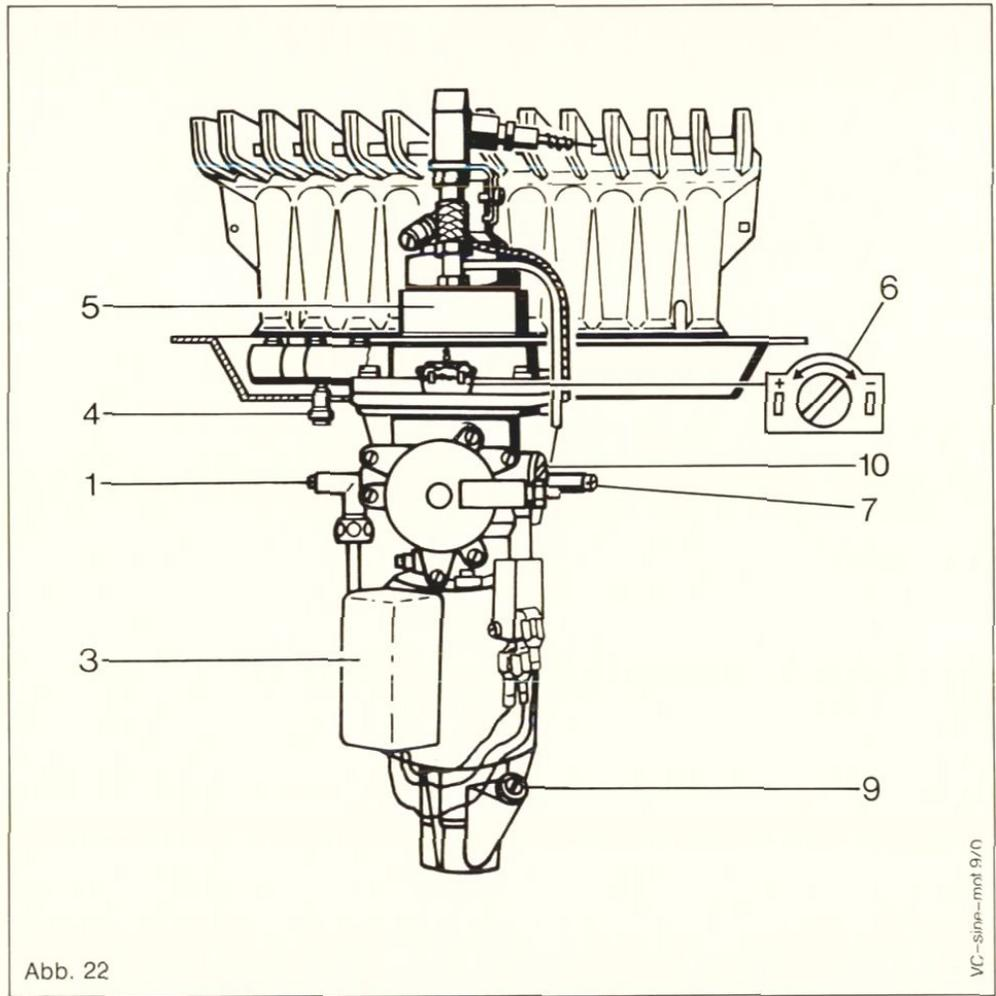

Abb. 22
- b) Zündflamme kontrollieren und ggf. an der Zündgas-Einstellschraube (Abb. 22, Pos. 1) nachstellen.
- b) Nach Abnahme der Verschlusskappe Dichtungsschraube des Düsendruckmeßstutzens (Abb. 22, Pos. 4) lösen, aber nicht ganz herausdrehen.
- d) Plombendraht und Sicherungsblech (Abb. 22, Pos. 6) vom Gasmengenregler entfernen.
- g) Düsendruck an der Einstellschraube (Abb. 22, Pos. 6) des Reglers einstellen.
Die Einstellung der Geräteausführung PB ist an der Einstellschraube (Abb. 22, Pos. 10) vorzunehmen.